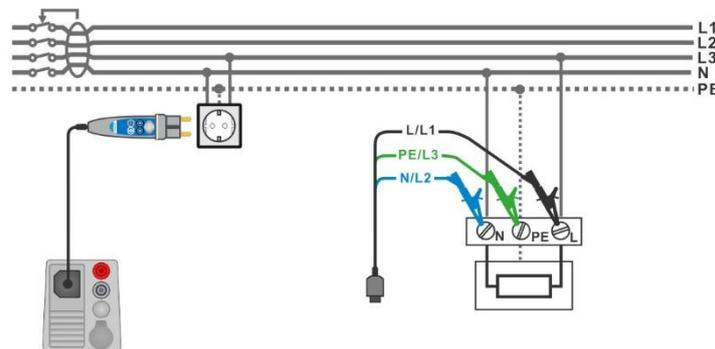

Abbildung 7.25: Anschluss des Commander-Prüfsteckers und des 3-adrigen Prüfleiters
- › Verbinden Sie L, N und PE des 3-adrigen Prüfleiters oder des Commander-Prüfstecker mit dem Prüfobjekt, siehe **Abbildung 7.25**.
- › Anschluss des 3-adrigen Prüfleiters oder des Commander-Prüfsteckers am Prüfobjekt, siehe **Abbildung 7.25**.
- › Anschluss des 3-adrigen Prüfleiters oder des Commander-Prüfsteckers am Prüfling, siehe **Abbildung 7.25**.
<ul style="list-style-type: none"> <li>› Aufruf der Funktion RCD Auto.</li> <li>› Einstellung der Prüfparameter/Grenzwerte.</li> <li>› Anschluss des Prüfkabels am Prüfgerät.</li> <li>› Schließen Sie den 3-adrigen Prüfleiter oder den Commander-Prüfstecker am Prüfobjekt an, siehe Abbildung 7.25</li> <li>› Messung starten.</li> </ul>	Prüfung Starten